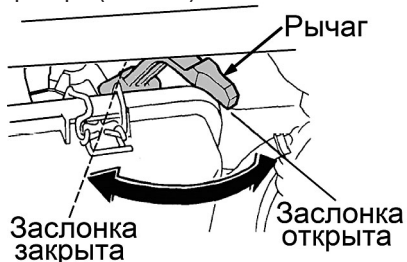

Рис. 10 Рычаг управления воздушной заслонкой карбюратора
3. Закройте воздушную заслонку карбюратора (Рис. 10).